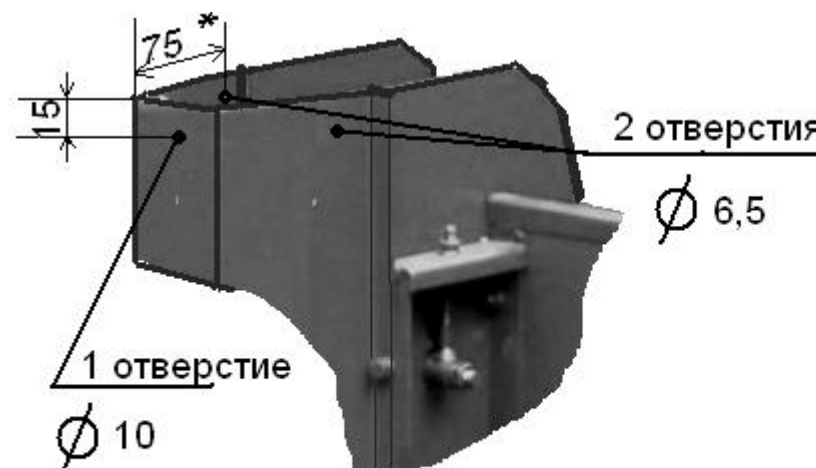

Рис.2
4. Просверлить 2 отверстия $\varnothing 6,5$ мм с отступом, спереди на 75 мм и сверху на 15 мм, на семяпроводе по бокам (см. рис. 2).
5. Просверлить 1 отверстие $\varnothing 10$ мм спереди семяпровода в центре, с отступом сверху на 15 мм (см. рис. 2) .
6. Завальцевать резьбовую втулку в отверстие $\varnothing 10$ мм (см. рис. 2) .